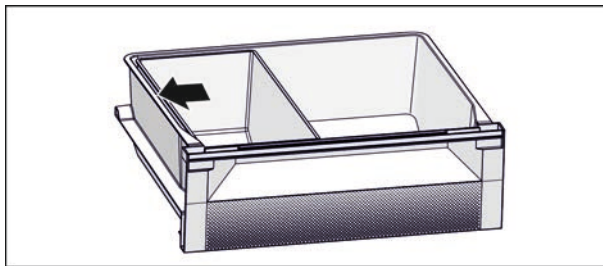

Fig. 6
- Разместите лоток Fish & Seafood. Изображенная позиция *Fig. 6 (I)* обеспечивает оптимальную функцию охлаждения.